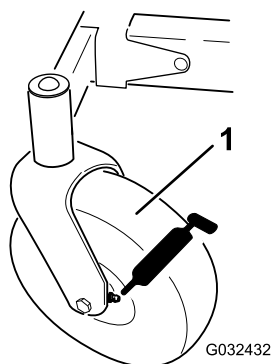

Figure 30
3. Nettoyez les graisseurs (Figure 30) avec un chiffon.
4. Raccordez un pistolet de graissage à chaque graisseur (Figure 30).